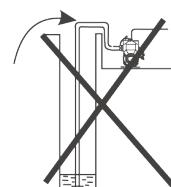

Рисунок 2
- 1) Насос должен быть установлен согласно монтажному чертежу (Рисунок 2).